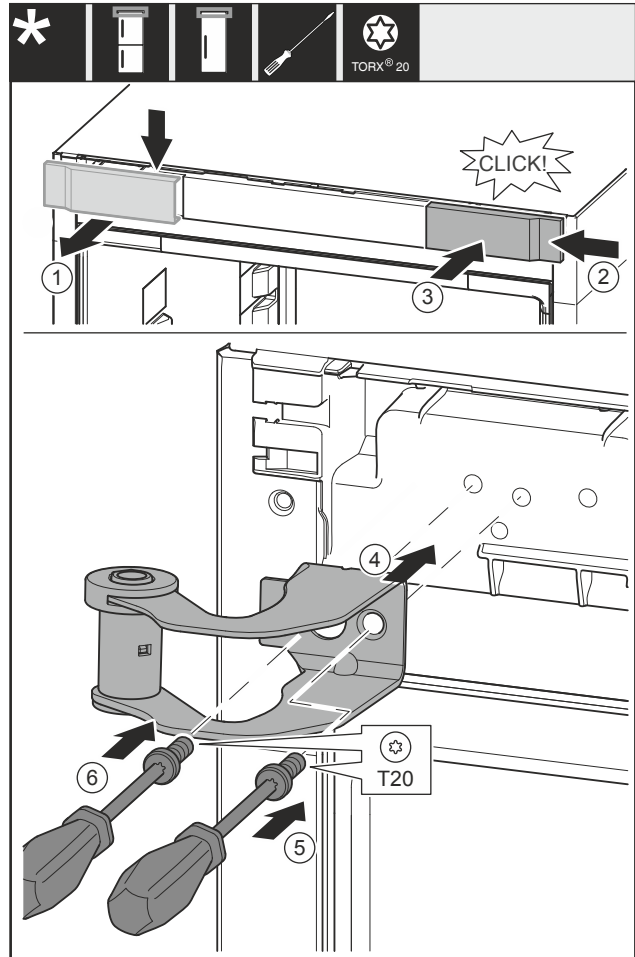

Fig. 12
- ▶ Зніміть кожух Fig. 12 (1) зверху рухом уперед.
- ▶ Поверніть кришку Fig. 12 (2) на 180° і повісьте її з іншого боку праворуч.
- ▶ Зафіксуйте кришку Fig. 12 (3).
- ▶ Встановіть верхній опорний кронштейн Fig. 12 (4).
- ▶ Затягніть гвинт Fig. 12 (5).
- ▶ Затягніть гвинт Fig. 12 (6).